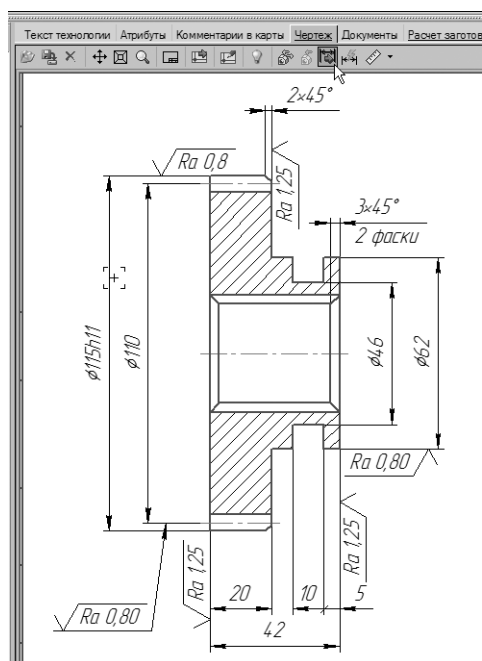
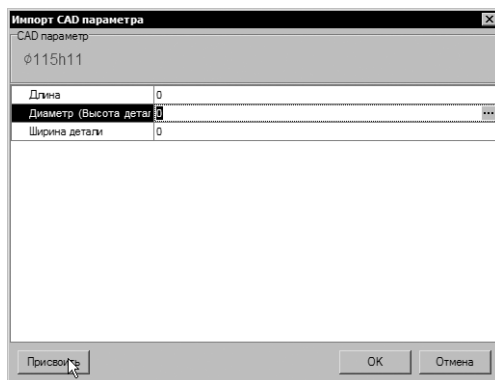

Рисунок 11
Рисунок 12
11. Нажмите кнопку  **Импортировать параметр** на панели инструментов вкладки **Чертеж** (рис. 11). Укажите курсором-ловушкой импортируемый размер  $\varnothing 115h11$ . В открывшемся окне (рис. 12) установите курсор в строке *Диаметр (Высота детали)*, нажмите кнопку **Присвоить**, а затем **ОК**.